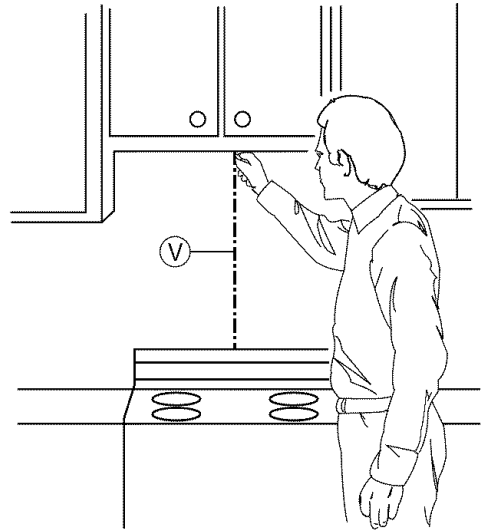

Figura 22
1. Usando un hilo de plomada y una cinta de medir (metal), busque y marque la línea vertical central (V) en la pared posterior, como se muestra en la **Figura 22**.